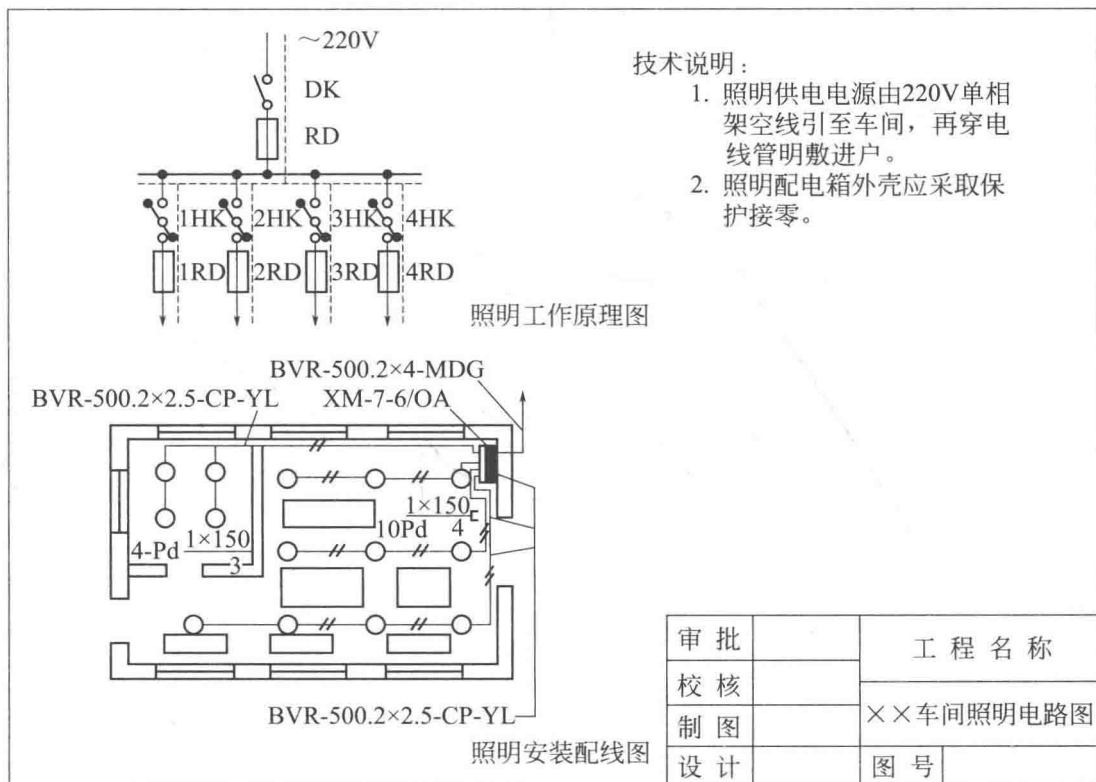

图 1-13 某车间照明电路图
电气图一般由电路、技术说明和标题栏三部分构成，如图 1-13 所示。
① 文字说明注明电路的某些要点及安装要求等,通常写在电路图的右上方,若说明较多,也可附页说明,如图 1-13 所示。
② 元件明细表列出电路中元件的名称、符号、规格和数量等。元件明细表以表格形式写在标题栏的上方。当电气图中不能在标题栏的上方配置明细栏时,可作为电气图的续页按 A4 幅面单独给出。元件明细栏一般由序号、代号、名称、数量、材料、重量、分区、备注等组成,也可以按照实际需要增加或减少。明细栏的格式如表 1-2 所示。